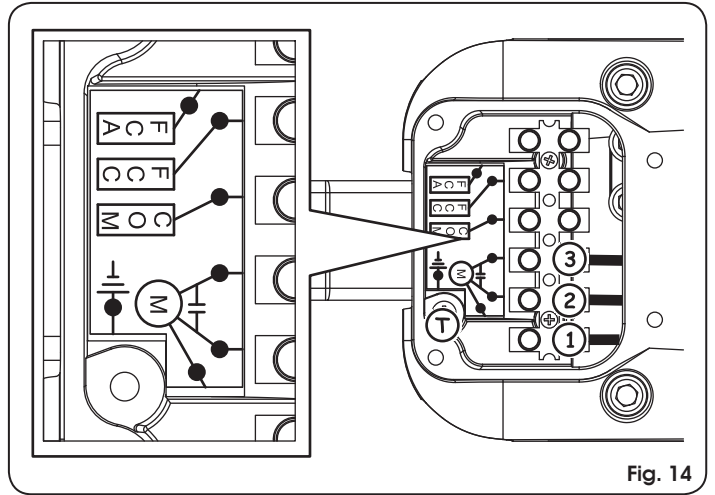

Fig. 14
3. Realizar as ligações do motor e da massa à terra consultando a Fig. 14 e as tabelas seguintes: